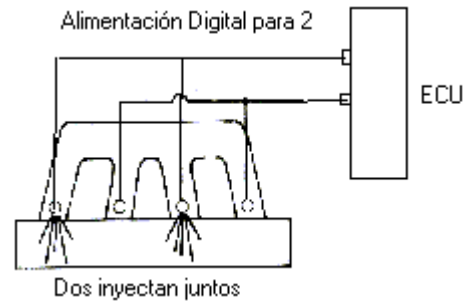

Figura 3.11
- B. **Inyección Grupal:** esta estrategia consiste en la activación de dos o más inyectores en grupo. Por ejemplo, si el motor es de seis cilindros, puede ser que los active de dos en dos, o de tres en tres (figura 3.11).